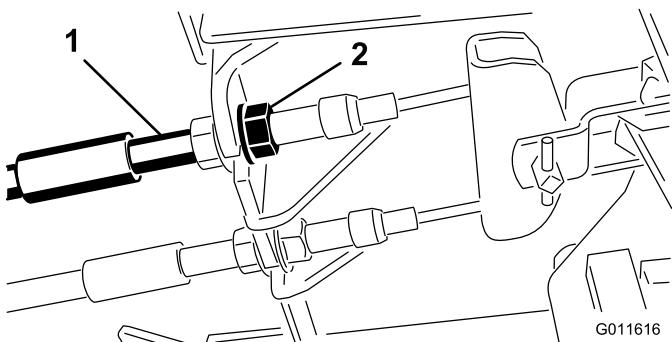

Рисунок 66
- Чтобы уменьшить свободный ход тормозных педалей, затяните тормоза, ослабив переднюю гайку на резьбовом конце троса тормоза (Рисунок 66).